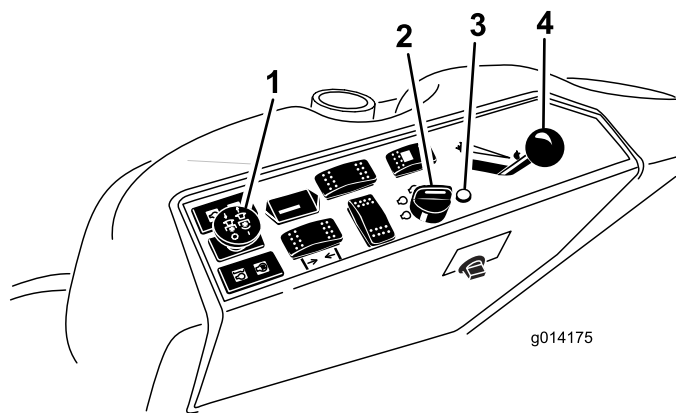

Рисунок 11
4. Переведите выключатель механизма отбора мощности в положение ВЫКЛ. (Рисунок 11).
5. Сдвиньте рычаг дроссельной заслонки в среднее положение между Slow («Медленно») и Fast («Быстро») (Рисунок 11).